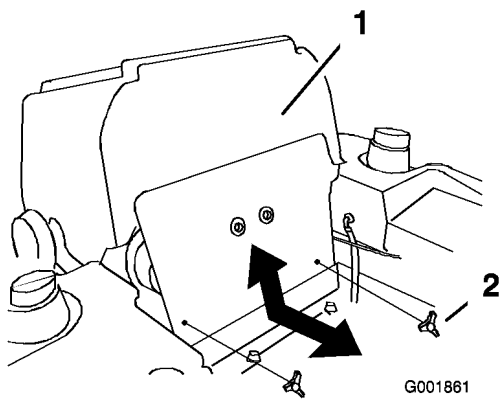

Bild 61
- Kippen Sie den Sitz nach vorne und entfernen Sie die vordere Motorverkleidung (Bild 61).
7. Setzen Sie die vordere Motorverkleidung ein (Bild 61).